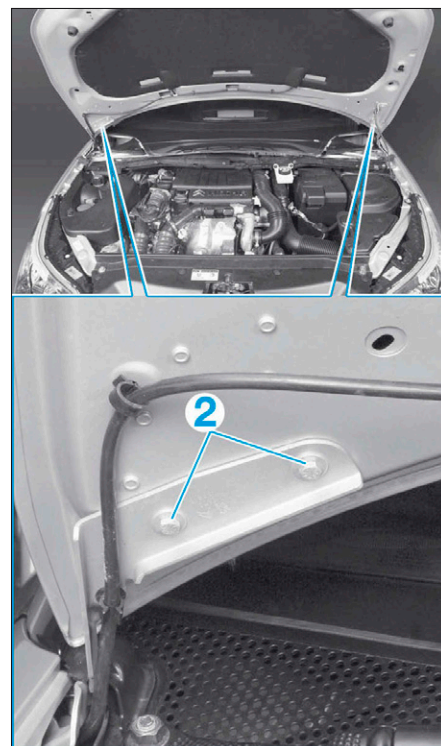

FIG. 20
- Déposer les vis de fixations (2) (Fig.20) de chaque côté.